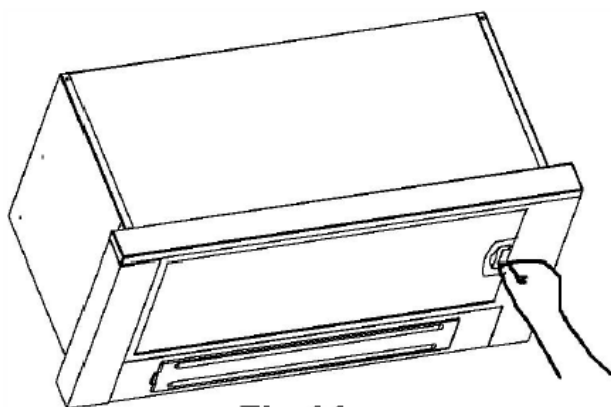

Fig.14
1. Τραβήξτε προς τα κάτω το μάνταλο του φίλτρου. (Fig.14)